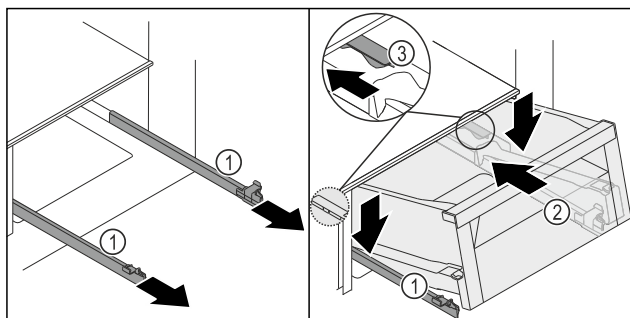
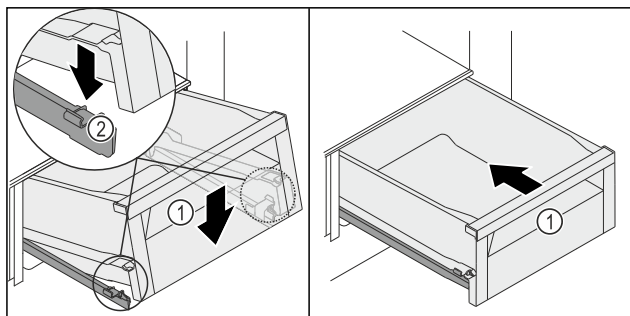

Fig. 200
Fig. 201
- Țineți ferm șinele Fig. 200 (1) și așezați sertarul Fig. 200 (2) de sus din spatele opritorului Fig. 200 (3) pe șine Fig. 200 (1).
- Împingeți sertarul Fig. 200 (2) pe șine Fig. 200 (1) până la opritor spre partea posterioară.
- Coborâți sertarul Fig. 200 (2) în față, astfel încât sertarul să alunece în stânga și dreapta în clevă Fig. 201 (2).
- Sertarul Fig. 201 (1) se fixează în poziție cu zgomot perceptibil.
- Împingeți în interior sertarul Fig. 201 (1).